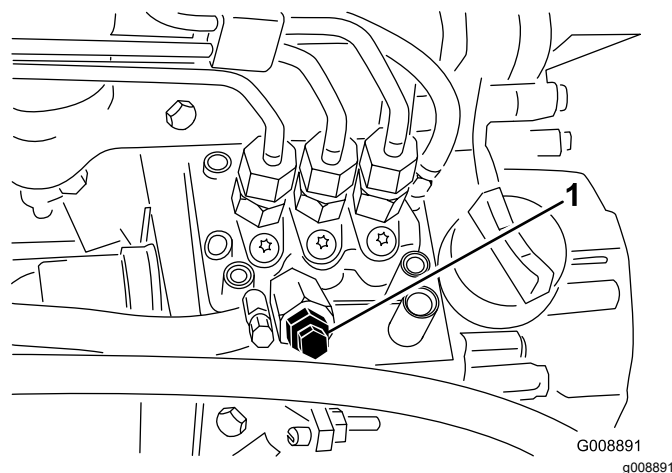

Figura 36
4. Aprite la vite di spurgo dell'aria, situata sulla pompa di iniezione del carburante (Figura 36).